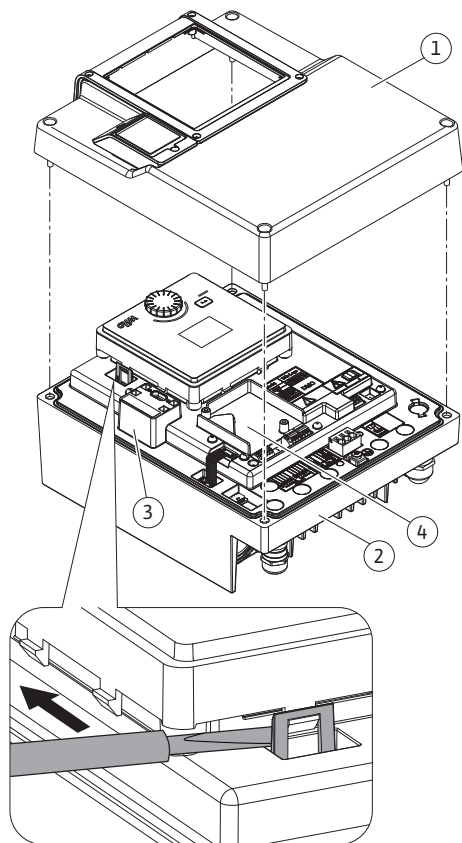

Fig. 26: Elektroonikamoodul
CIF-moodulid (lisavarustus) on mõeldud pumpade ja hoonehaldussüsteemi vaheliseks kommunikatsiooniks. CIF-moodulid ühendatakse elektroonikamoodulisse (Fig. 26, pos 4).